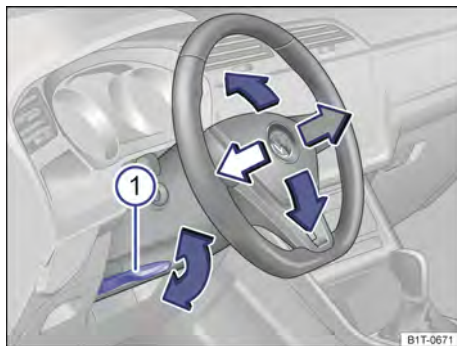

Fig. 79 Debajo del volante, en el guardac遨 de la columna de dirección: palanca para el ajuste manual de la posición del volante.
- Tire hacia abajo de la palanca → fig. 79 ①.
- Después del ajuste, presione siempre la palanca → fig. 79 ① firmemente hacia arriba para que no se modifique la posición del volante accidentalmente durante la marcha.